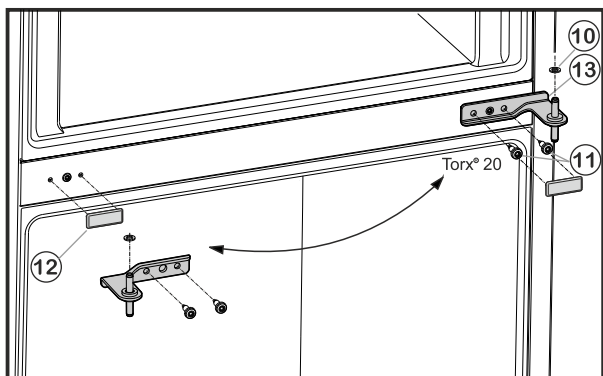

Fig. 6
- ▶ Odvijte pritrdilna vijaka *Fig. 6 (11)* (2-krat Torx® 20) in izvlecite ležajni podstavek na sredini iz spodnjih vrat.
- ▶ Snemite plastično podložko *Fig. 6 (10)*.
- ▶ Previdno snemite pokrov *Fig. 6 (12)*.
- ▶ Pokrov *Fig. 6 (12)* ponovno namestite na nasprotni strani.
- ▶ Ležajni podstavek na sredi *Fig. 6 (13)* obrnjen za 180°, vstavite v spodnja vrata in ga **dobro (s 4 Nm)** privijte s pritrdilnima vijakoma *Fig. 6 (11)* (2-krat Torx® 20) na novo stran s tečajji.
- ▶ Ponovno namestite plastično podložko *Fig. 6 (10)*.
- ▶ Zgornja vrata postavite na ležajni podstavek na sredini *Fig. 6 (13)*.